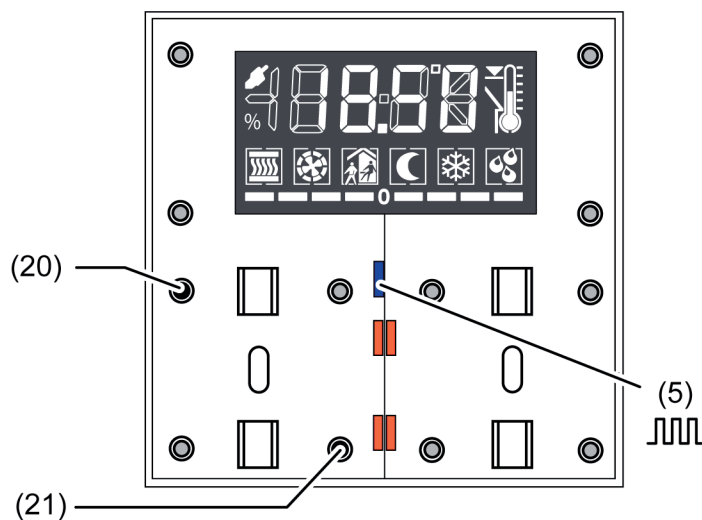

Bild 5: Tasten zur Aktivierung des Programmiermodus
- Programmiermodus aktivieren. Dazu Taster oben links der Wippe 1 (20) drücken und gedrückt halten (Bild 5). Dann zweiten Taster unten rechts der Wippe 1 (21) drücken. Der Programmiermodus ist aktiviert. Die Betriebs-LED (5) blinkt schnell (ca. 8 Hz). Im Display des Geräts wird "Prog" angezeigt.